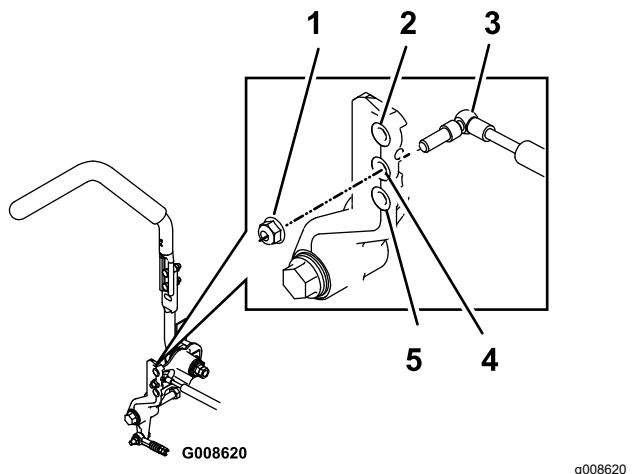

**Figure 81**
10. Réglez la longueur des tiges de pompes en tournant les doubles écrous dans le sens voulu jusqu'à ce que les roues tournent légèrement en marche arrière (Figure 81).